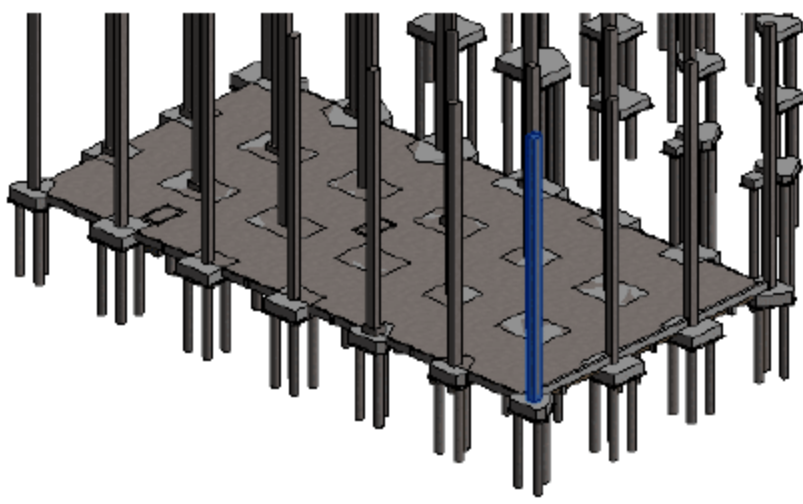

图 3.1.84 观看三维效果
(4) 进入三维模式下观看三维效果，如图 3.1.84 所示。